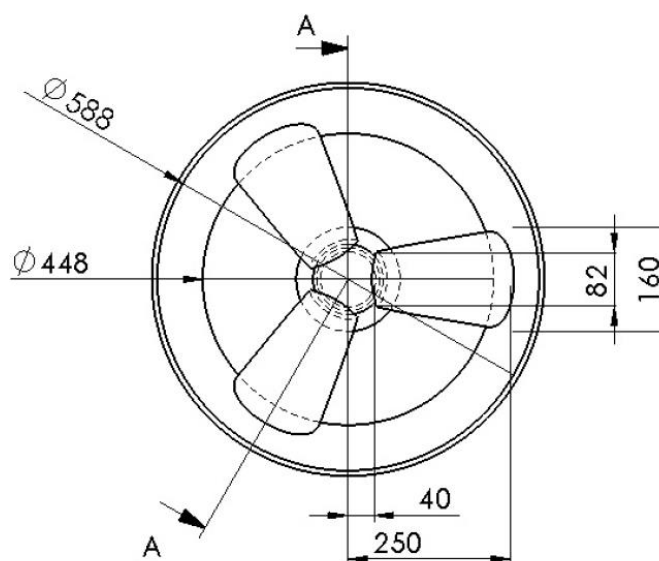

Рисунок 11.18 – Вид зверху після додавання і вирівнювання розмірів
7. Виберіть розміри один за одним і перетягніть їх у потрібне місце (див. рис. 11.18). Можна змінити напрямок стрілок, натиснувши на контрольні точки, що відображаються на них. Значення діаметрів 85, 97, 108 і 160 потрібно